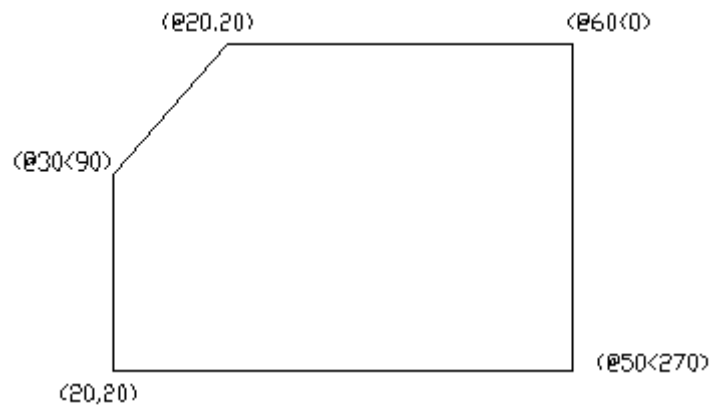

图 2-18 坐标输入方式
**操作实例：**在绘图过程中不是自始至终只使用一种坐标模式，而是可以将一种、两种或三种坐标模式混合在一起使用。在图 2-18 中，先以绝对坐标开始，然后改为极坐标，又改为相对坐标。作为一个 CAD 操作者应该选择最有效的坐标方式来绘图。